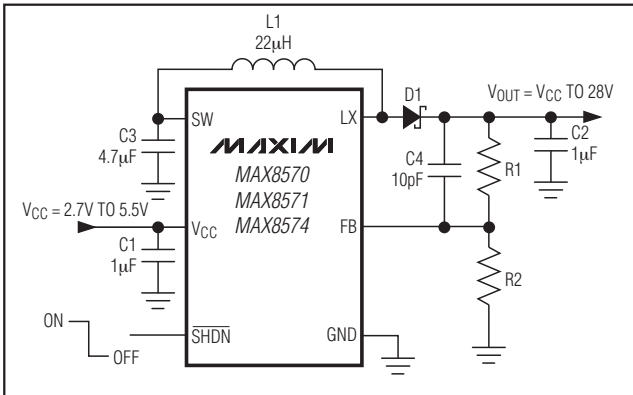
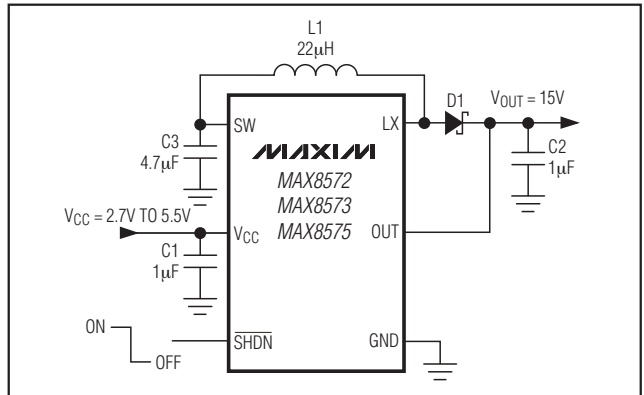
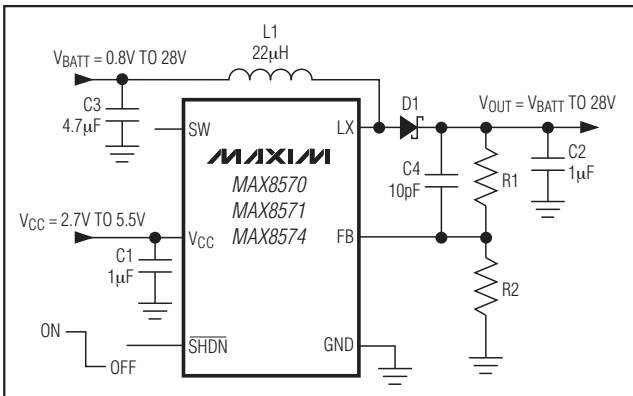

图2. 可调输出电压的典型应用电路
图3. 15V 预设输出电压的典型应用电路
图4. 电感使用单独的输入电源
(MAX8571,  $V_{CC} = 3.6V$ ,  $V_{OUT} = 18V$ , Circuit of Figure 2,  $T_A = +25^{\circ}C$ , unless otherwise noted.)
**EFFICIENCY vs. BATTERY VOLTAGE (FIGURE 4)**
**LINE TRANSIENT 3V TO 5.5V (FIGURE 3, MAX8573)**
(MAX8571,  $V_{CC} = 3.6V$ ,  $V_{OUT} = 18V$ , Circuit of Figure 2,  $T_A = +25^\circ C$ , unless otherwise noted.)
MAX8570、MAX8571和MAX8574的输出电压可利用电阻分压器在VCC至28V范围内调节(图2)。在10k $\Omega$ 至600k $\Omega$ 间选择R2，根据下式计算R1：
MAX8572、MAX8573和MAX8575输出固定为15V。当使用这些元件时，将OUT直接接至输出(见图3)。
MAX8570系列采用两种软启动机制。使用真关断功能时(SW如图2和图3连接)，缓慢开启内部高侧p沟道开关的栅极，防止产生浪涌电流。这个过程持续大约200 $\mu$ s。完全打开SW后，内部n沟道开关开始提升输入电压以建立输出电压。当VFB低于0.5V时(无论是否用真关断功能)，内部n沟道开关的最短关断时间从1 $\mu$ s增至5 $\mu$ s，以便控制浪涌电流。
IC和电感可单独供电。这就允许用电池或电压最低至0.8V，或高于转换器VCC工作范围的电源来提供输入功率。当采用独立的电感电源时，SW引脚悬空，电源直接接至电感(请参见图4)。请注意，这种结构中，输出端与输入端在关断时不再断开。关断时输出电压降至比电感电源电压低一个二极管压降。
对于MAX8570/MAX8571/MAX8574，连接于输出与FB之间的前馈电容(图2和图4中的C4)可改善宽电池电压范围内的稳定性。对MAX8571和MAX8574，推荐使用一只10pF陶瓷电容。对MAX8570，推荐使用一只10pF至47pF的电容。但要注意，增大C4会降低输入电源和负载调整率。